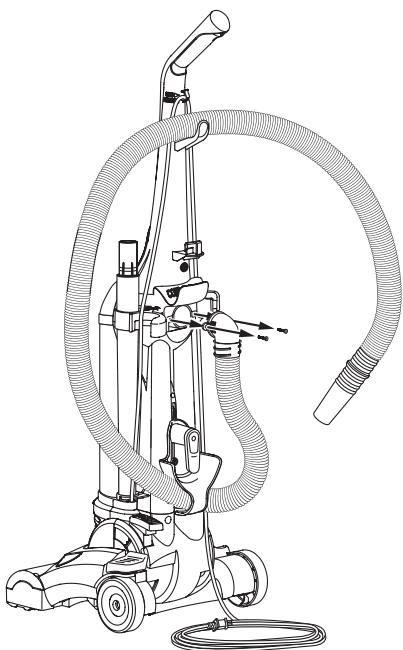

FIG. 18
Step 2: (FIG. 18) Remove electrical cord from cord hooks. Disconnect the clear tube by unscrewing the 2 screws, then lift away from cleaner. Check for any obstructions that may be in the tube or hose. Any obstructions can be removed by using a blunt instrument to clear the tube or hose. Flexing the hose may help loosen the blockage. After clearing blockage, reverse above steps to reassemble unit.
Étape 2 : (FIG. 18) Retirez le cordon électrique des crochets de rangement. Débranchez le boyau en dévissant les deux vis et retirez-le de l'aspirateur. Vérifiez s'il est obstrué. Dégagez toute obstruction à l'aide d'un instrument non pointu et non tranchant. Pliez le boyau peut aider à le déboucher. Après avoir dégagé le boyau, répétez les étapes énumérées précédemment en inversant l'ordre pour réassembler l'appareil.
Paso 2: (FIG. 18) Retire el cordón eléctrico de los ganchos. Desconecte el tubo transparente destornillando los dos tornillos y retírelo de la aspiradora. Verifique que no haya ninguna obstrucción en el tubo o la manguera. Puede remover cualquier obstrucción usando un instrumento sin filo para destapar el tubo o la manguera. Si dobla la manguera ayudará a liberar la obstrucción. Después de remover el bloqueo, invierta los pasos anteriores para volver a ensamblar la unidad.